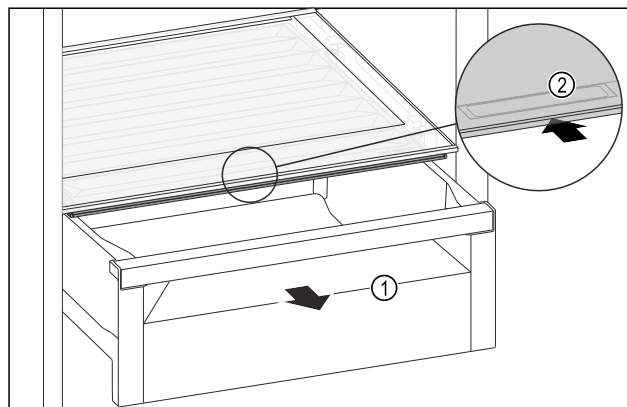

Fig. 160
- Izvucite ladicu Fig. 160 (1).
- Primite ručku Fig. 160 (2) na poklopcu pretinca i istodobno povucite poklopac pretinca prema natrag.